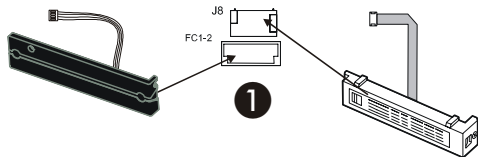

Abb. 23
5.4.2. Klemmenbrett J7 - Versorgung (Abb. 23)
5.4.3. Klemmenbrett J6 - Motoren und Blinkleuchte (Abb. 23)
5.4.4. Klemmenbrett J1 - Zusatzgeräte (Abb. 23)
Stecker mit Schnellanschluss für die Verbindung des Endschalters. Damit können sowohl der Endschalter MLS als auch der induktive Endschalter an das Gerät angeschlossen werden (Abb. 23 Bez. ①).